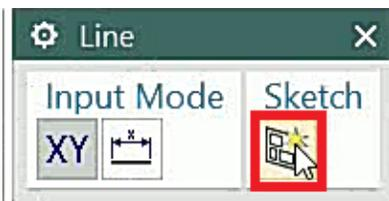
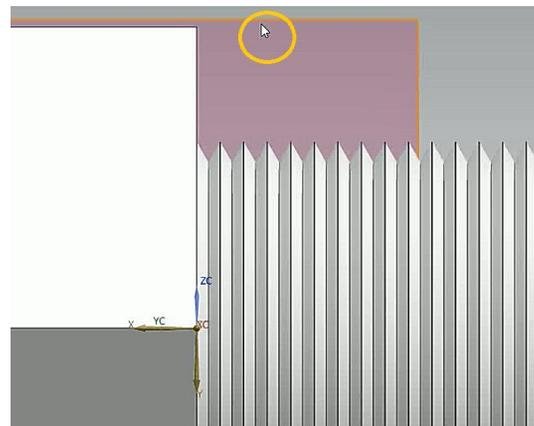

Figura 5.11 *Define Sketch Plane*
Figura 5.12 *Datum Plane* a seleccionar
- En el submenú que aparece, damos click en **Define Sketch Plane** (Figura 5.11) y luego seleccionamos el **Datum Plane** creado anteriormente (Figura 5.12).